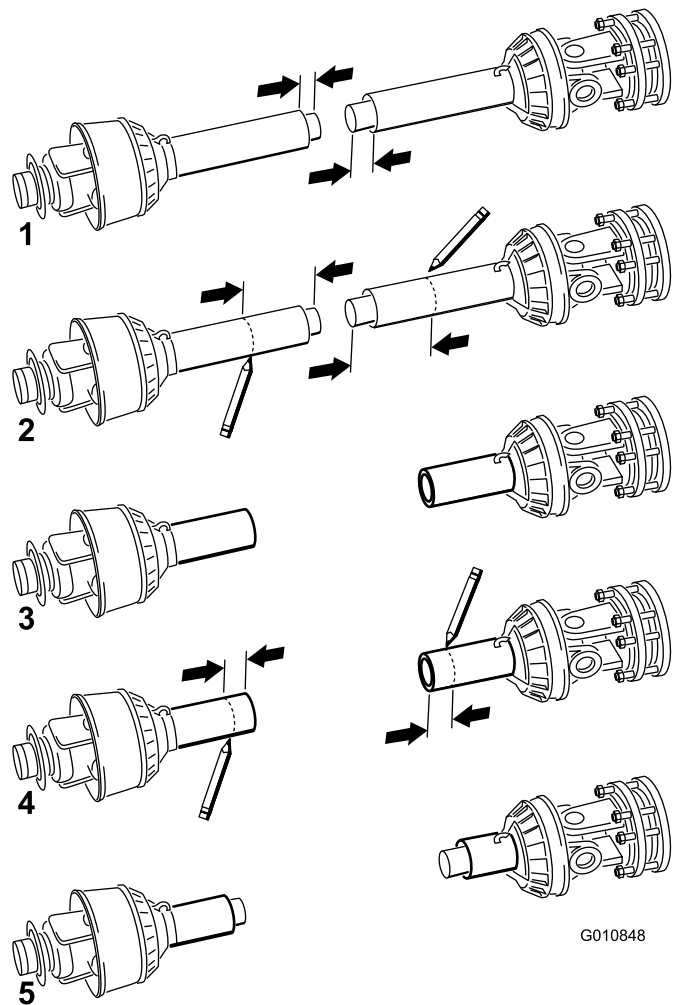

Figura 15
10. Separa las dos mitades del árbol de la toma de fuerza (Figura 15, ilustración 1).
11. Mida la distancia desde el extremo de cada tubo a su protector correspondiente (Figura 15, ilustración 1). Anote las distancias.
12. Usando las dimensiones determinadas en el paso 8, localice, marque y recorte el protector y el tubo de cada mitad de la toma de fuerza (Figura 15, ilustraciones 2 y 3).
13. Usando las dimensiones determinadas en el paso 11, localice, marque y recorte solamente los protectores para dejar expuestos los tubos (Figura 15—ilustraciones 4 y 5).